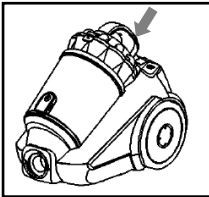

Fig. 4
- Desenchufe el aspirador de la red eléctrica, después, sujete el depósito por el asa, presione el botón de extracción del depósito (L) y tire del mismo hacia arriba (Fig. 4).